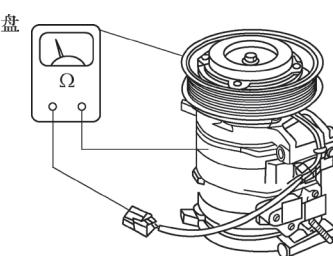

图 5-154 测量励磁线圈的电阻
4) 如图 5-154 所示，测量励磁线圈的电阻值。如果电阻值不符合技术要求，更换励磁线圈。励磁线圈电阻为  $3.9 \sim 4.312$  ( $20^\circ\text{C}$  时)。